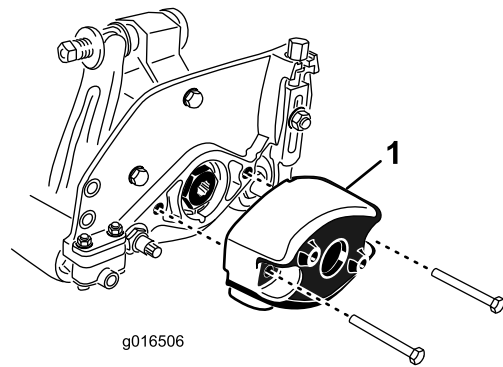

Figura 9
1. Retire los 2 pernos que fijan el contrapeso al extremo izquierdo de la unidad de corte. Retire el contrapeso (Figura 9).
5. En el extremo derecho de la unidad de corte, aplique una capa fina de aceite a la junta tórica e instale el contrapeso con los pernos retirados anteriormente (Figura 9). Apriete los pernos a entre 16 y 20 N·m.